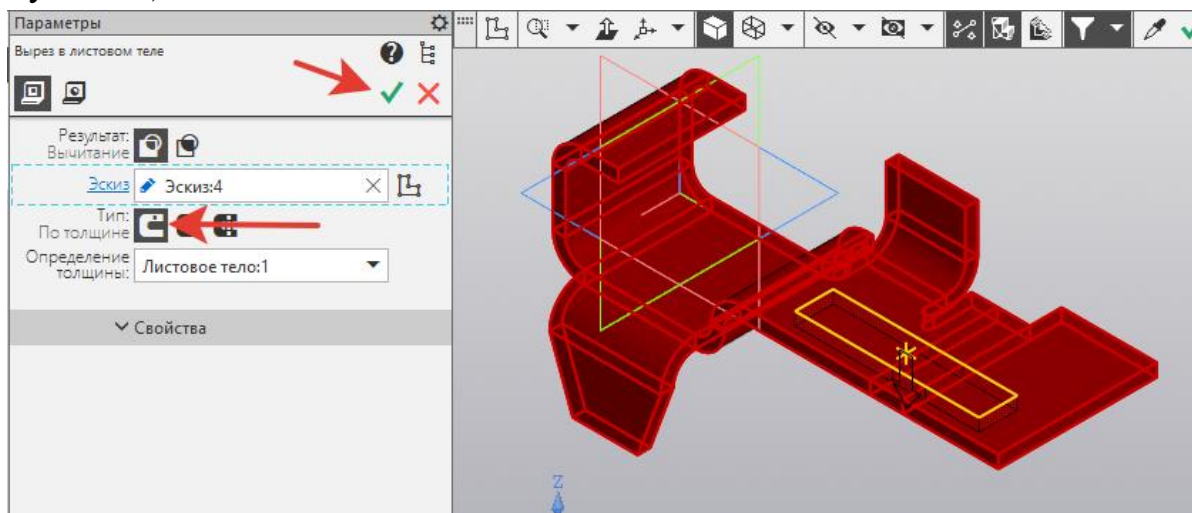

Рисунок 58.
24. На инструментальной панели выбрать **Элементы листового тела - Вырез в листовом теле**, задать **Тип – По толщине**. Создать объект (рисунок 58).